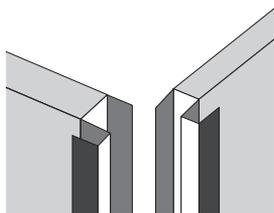

Рис. 40. Каркас на поддоне
- поднимите каркас и поставьте его на поддон (рисунок 40);